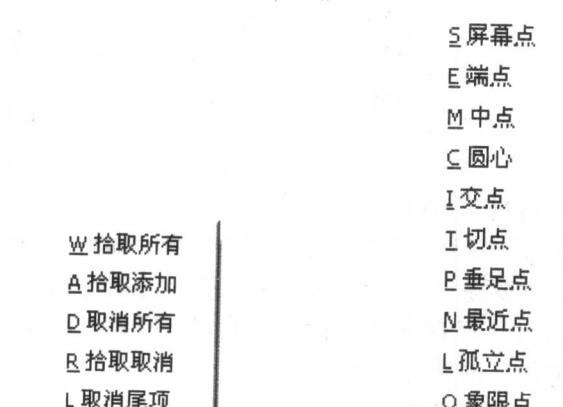

图 1-14 空格键拾取菜单
(3) 空格键拾取菜单 在拾取状态下，按空格键出现如图 1-14 所示的空格键拾取菜单。